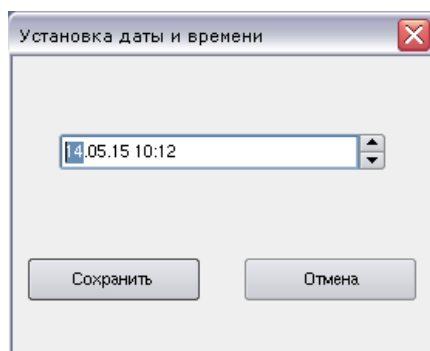

Рисунок 17 – Установка даты и времени
2. Нажать кнопку **Установить дату и время** - на экране появится диалоговое окно (Рисунок 17).
Для установки даты и времени необходимо установить слева от выбранных узлов «флажок» и нажать кнопку **Установить дату и время**. На экране появится диалоговое окно (Рисунок 17), в котором необходимо выставить дату, время в формате: **ДД.ММ.ГГ ЧЧ:ММ** и нажать кнопку **Сохранить**. Результат выполнения операции для каждого следующего узла отображается в статусной строке и в списке узлов. Если установка даты и времени на узле была произведена успешно, в статусную строку выдается сообщение: